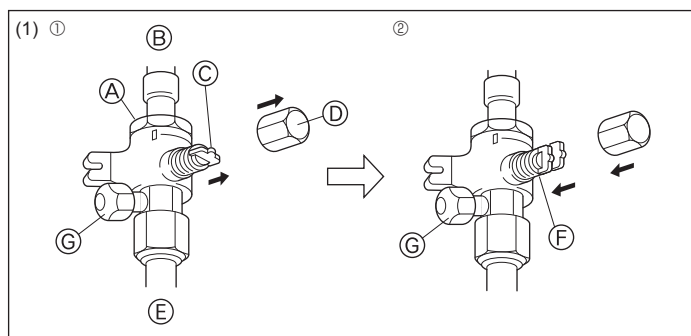
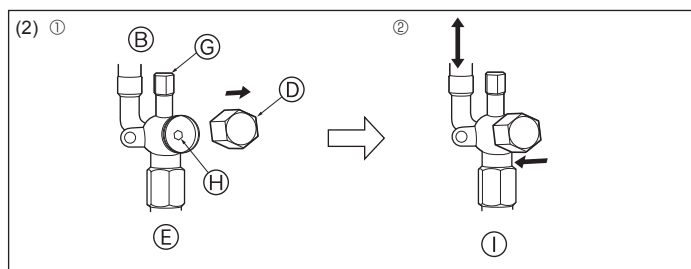

Fig. 4-12
Fig. 4-13
(1) Lado do gás (Fig. 4-12)
① Remova a cápsula, puxe a alavanca na sua direcção e gire 1/4 de volta no sentido contrário aos ponteiros do relógio para abrir.
② Certifique-se de que a válvula de paragem esteja completamente aberta, empurre a alavanca e gire a cápsula de volta à sua posição original.
(2) Lado do líquido (Fig. 4-13)
① Retire a tampa e rode a válvula para a esquerda o máximo que puder com uma chave sextavada de 4 mm. Pare de rodar quando esta alcançar o batente.